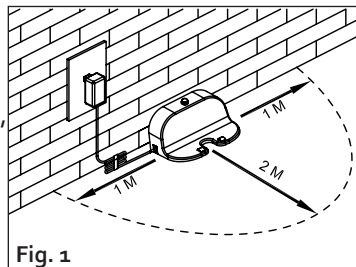

Fig. 1
2. Zorg ervoor dat aan de linker- en rechterkant van het laadstation min. 1 m vrije ruimte is. Voor het laadstation moet er minstens een vrije ruimte zijn van 2 m (Fig. 1). Als dit niet het geval is, is het mogelijk dat de stofzuiger, wanneer hij gaat opladen, het laadstation niet kan vinden.